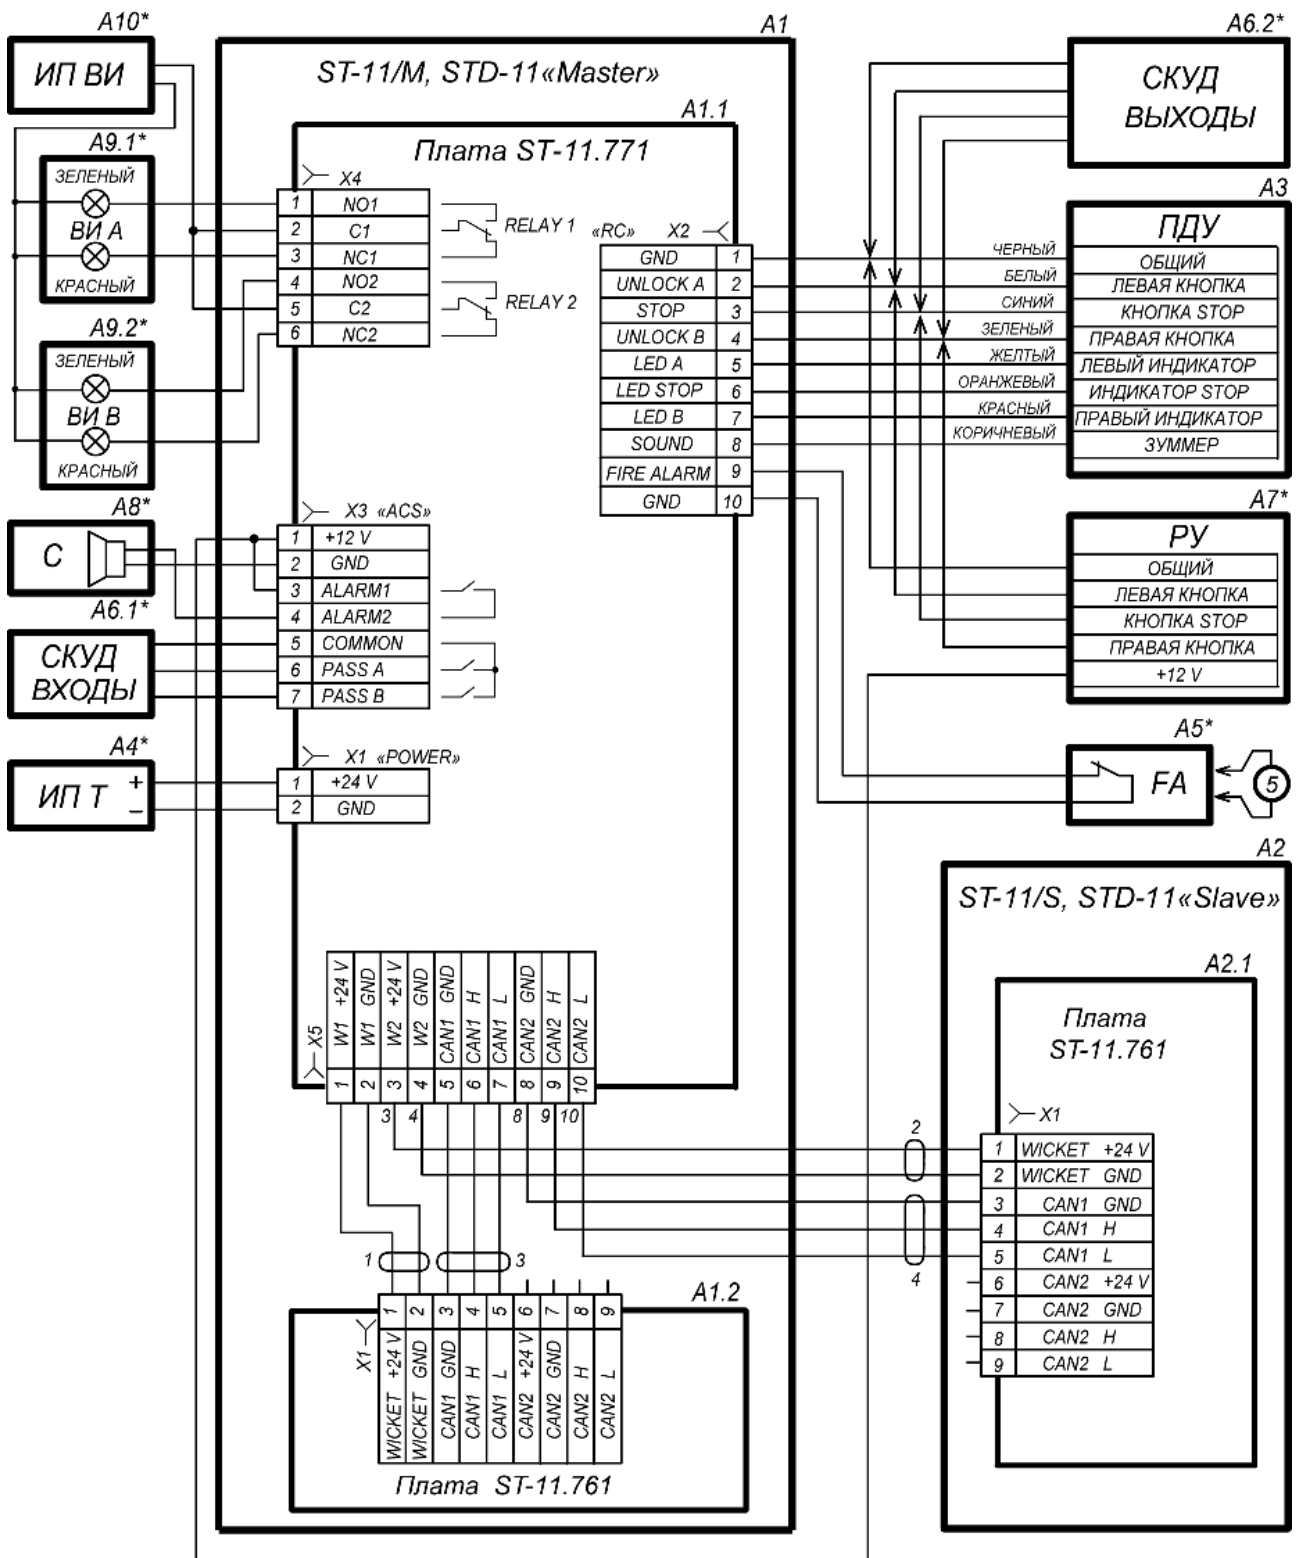
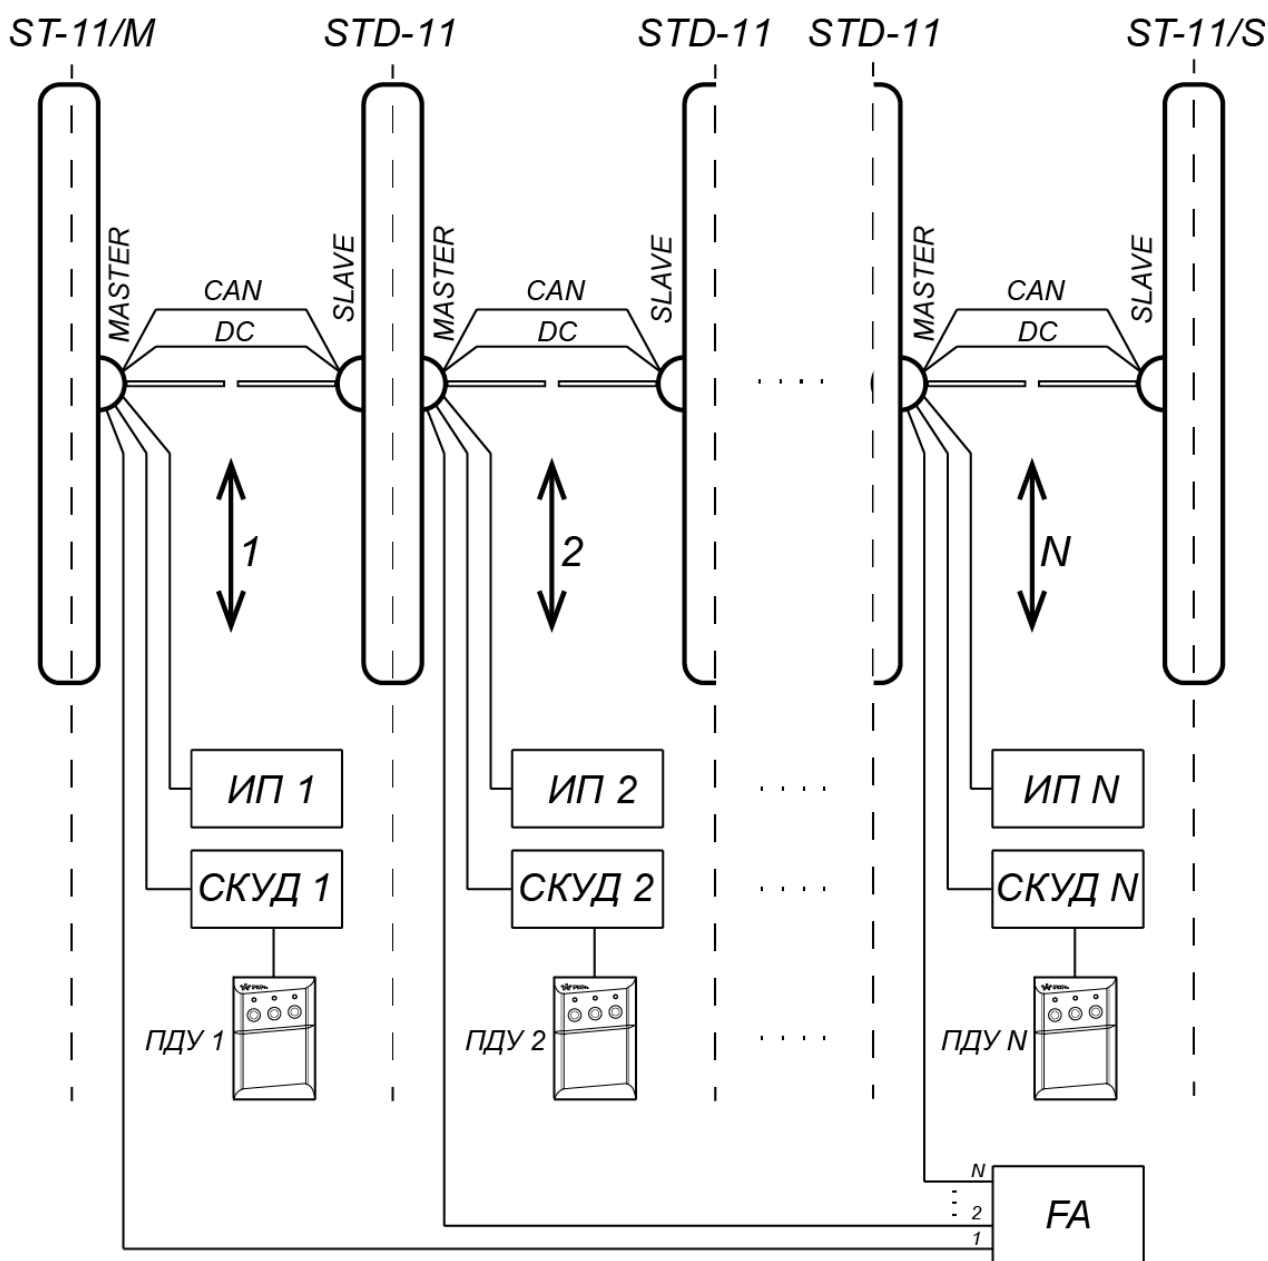

Рисунок 17. Схема электрических соединений турникета1
Рисунок 18. Схема соединений турникета PERCo-ST-11 и двусторонних секций PERCo-STD-11 для организации проходной с несколькими зонами прохода
Содержание монтажных операций дано с учетом рекомендаций, приведенных в разд. 8.1. Оборудование и инструменты, необходимые при монтаже, перечислены в разд. 8.2. Номера позиций указаны в соответствии с рис. 6 и 7. Схема электрических соединений турникета приведена на рис. 18. Типы кабелей, используемых при монтаже, перечислены в табл. 5. На рис. 17 приведен пример схемы соединений турникета и двусторонних секций при организации проходной с несколькими зонами прохода.
Если нет возможности использовать способ протяжки кабелей кондуктором, при необходимости кабели DC и CAN можно проложить сразу, до начала установки секций. Данные кабели находятся в центральной стойке секции (стороны секции) *Slave* внизу под кожухом. Для этого необходимо распаковать секцию *Slave*, снять кожух с центральной стойки (см. рис. 19), вынуть кабели DC и CAN и отсоединить их от платы управления приводом. На концах жил кабелей имеются маркеры с номерами, соответствующими схеме соединений (рис. 18).
14. Через отверстие для ввода кабелей в основании центральной стойки двусторонней секции (со стороны *Master*) введите внутрь стойки кабели для управления второй зоной прохода: от ИП, от ПДУ или контроллера СКУД, от устройства *Fire Alarm* и дополнительного оборудования, а также кабели DC (16) и CAN (17) от секции (стороны секции) *Slave* или же кондуктор для их протяжки.
20. Подключите кабели к плате управления первой зоны прохода согласно схеме электрических соединений турникета (см. рис. 9 и рис. 18). Плата расположена в нижней части центральной стойки секции *Master*.
Соединительные кабели DC (на схеме №2) и CAN (№4) подключаются к клеммным колодкам **X5** платы управления секции *Master* и **X1** платы привода секции *Slave* в соответствии с маркировкой их жил (см. рис. 18).